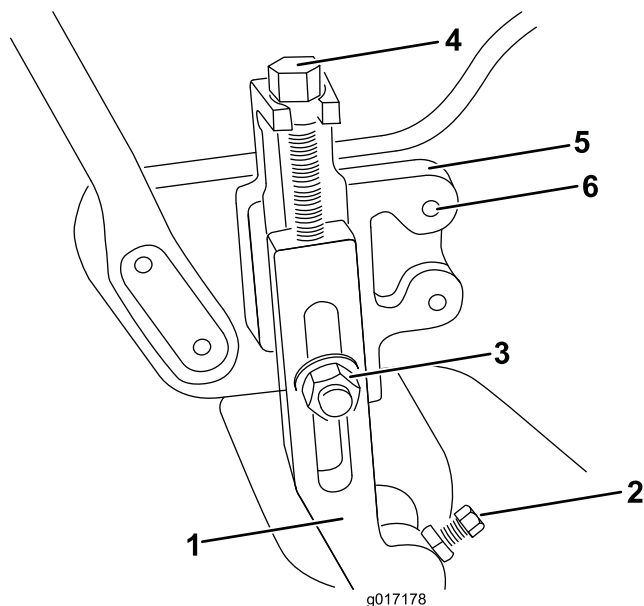

Bild 1
1. Lockern Sie die Klemmmuttern und Stellschrauben, mit denen die Enden der Frontrolle an den Schnitthöhenarmen befestigt sind (Bild 1).
2. Entfernen Sie die Schlossschrauben und Sicherungsmuttern, mit denen die Schnitthöhenarme an den Einstellhalterungen befestigt sind (Bild 1). Entfernen Sie die Schnitthöhenarme und die Rolle.
3. Nur Greensmaster 1600: Entfernen Sie die Schnitthöheneinstellschrauben, Klemmmuttern und Stellschrauben von den Schnitthöhenarmen (Bild 1).
Nur Greensmaster 800 und 1000: Entfernen Sie die zwei M-Schrauben, mit denen die rechte und linke Schnitthöhenhalterungen an den Seitenplatten befestigt sind (Bild 1). Befestigen Sie die Schnitthöhenhalterungen mit den vorher entfernten Schrauben an der anderen Seite der Maschine. Verwenden Sie die hintere Reihe der Befestigungslöcher in den Seitenplatten.